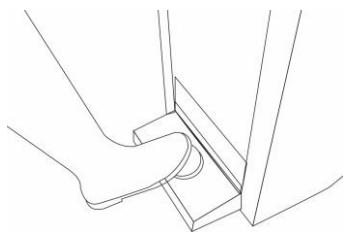

Fig 14
- Mettere il piede sopra la pompa (Fig. 14) e azionarla comprimendo e rilasciando lentamente il piede, per diverse volte, finché l'acqua non esce dal rubinetto.